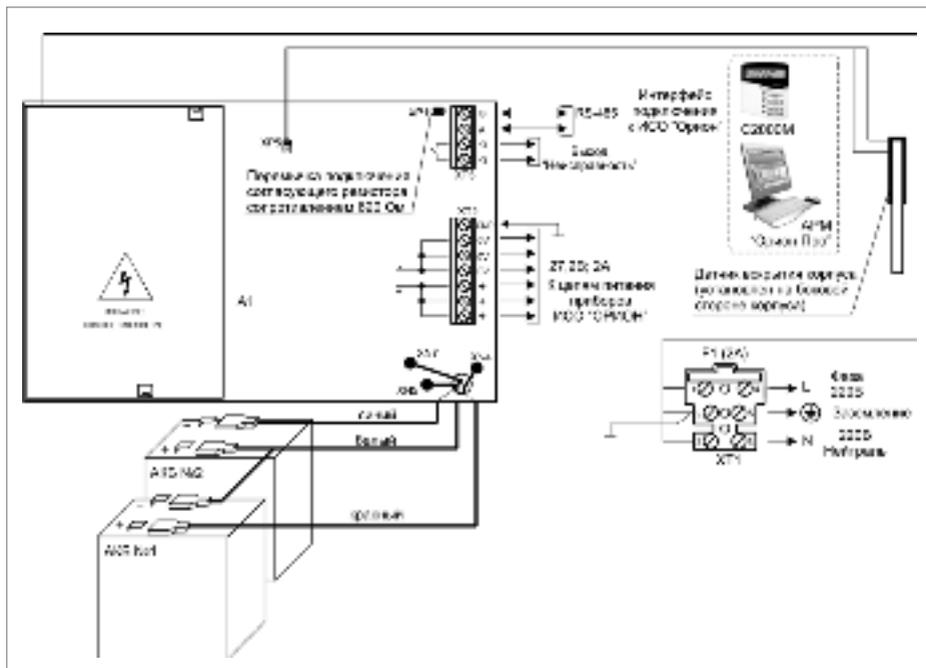

Рисунок 5. Схема внешних соединений РИП-24 исп.50 (РИП-24-2/7М4-Р-RS)
2.6. Схемы подключения РИП-24 исп.50 (РИП-24-2/7М4-Р-RS) и РИП-24 исп.51 (РИП-24-2/7П1-Р-RS) приведены на рис. 5 и 6 соответственно.
- 2.16. Проверьте правильность произведённого монтажа в соответствии со схемой подключения (Рис. 5 и 6).
- 2.26. Отключите АКБ от платы РИП, отсоединив контакты X1, X2, X3, X4 от клемм АКБ (см. рис. 5 и 6).